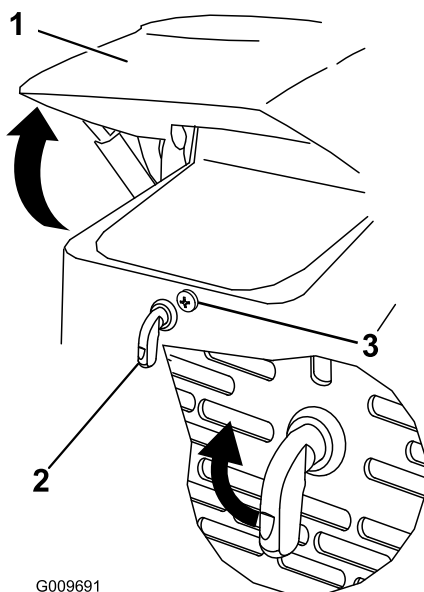

Figure 27
1. Desserrez la vis de verrouillage du capot (Figure 27)
3. Serrez la vis de verrouillage du capot pour fixer le verrou (Figure 27).
2. Tournez le verrou du capot dans le sens horaire (Figure 27).
3. Soulevez le capot (Figure 27).